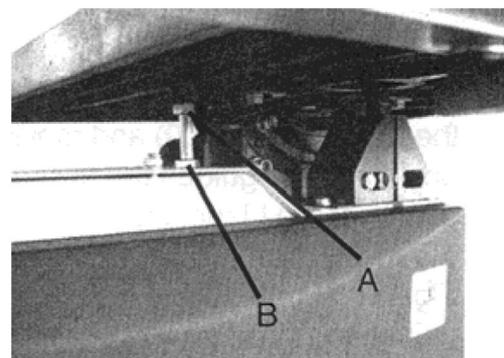

Abb. 8: 90°-Stellung des Säge tischs
Durch Einstellen der Anschlagsschraube ist der Säge tisch einfach und schnell horizontal bzw. in einem Winkel von 90° zum Sägeband zu verstellen. Die Einstell schraube befindet sich unter dem Säge tisch, siehe Abb. 8. Gehen Sie wie folgt vor:
Schritt 1: Lösen Sie zuerst die Klemmmutter (Abb. 8; A).
Schritt 2: Stellen Sie die Schraube (Abb. 8; B) so ein, dass der Winkel zwischen Tisch und Säge band 90° aufweist. (Überprüfen Sie dies gegebenenfalls mit einem Winkel).
Schritt 3: Anschließend ziehen Sie die Klemmmutter (Abb. 8; A) wieder fest.